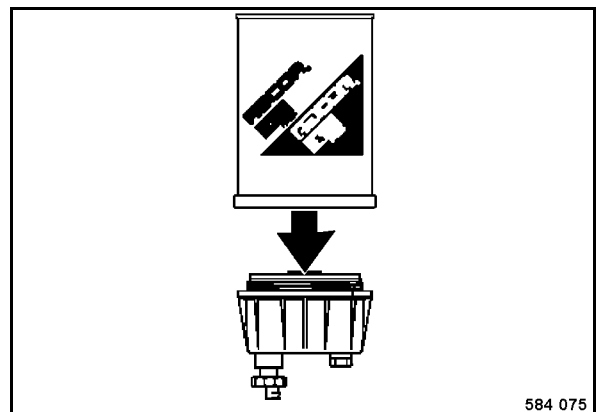

Fig. 156
- Svitare il separatore dell'acqua dalla cartuccia del filtro (Fig. 156).